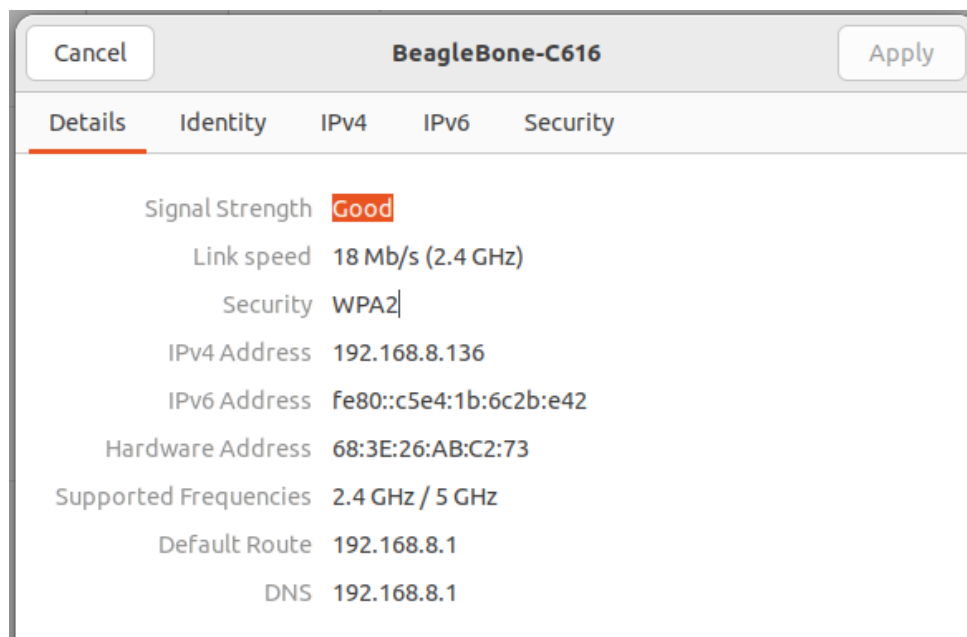

Figura 2.5: Wifi Inalambrico de la placa
3. **Servidor Web:** Se inicia mediante `start_server` utilizando `eventlet` para soportar concurrencia asíncrona, nos conectamos al wifi inalámbrico de la placa *BeagleBone-C616* con la contraseña *BeagleBone*, se muestra en la figura 2.5.